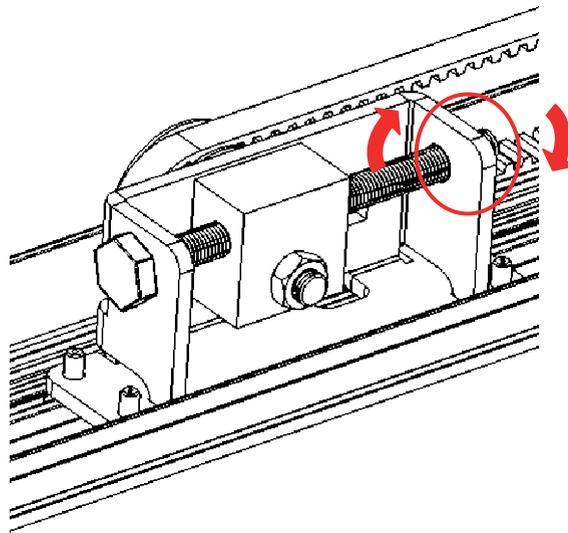

Figura 25: Solte a contraporca.
5. No tensor da correia, solte a contraporca (localizado no parafuso tensor longo - veja a figura 25).